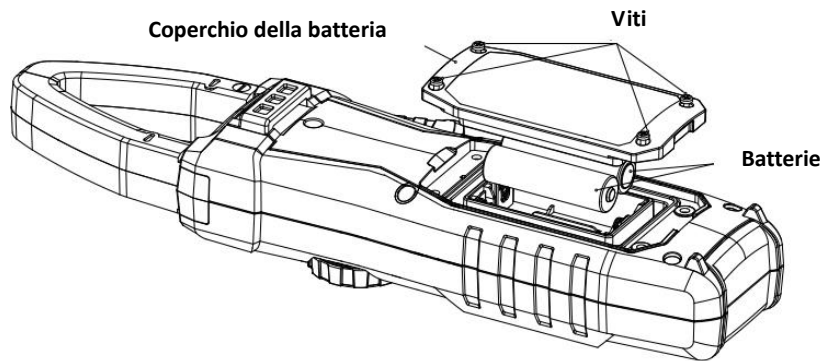

Figura 13
3. Sostituzione della batteria (Figura 13)